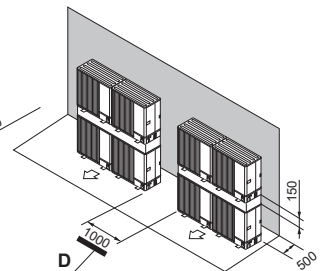

Fig. 2-18
- (7) Arrangement med stakke enheder (Fig. 2-18)
- D: Område (Fig. 2-18)